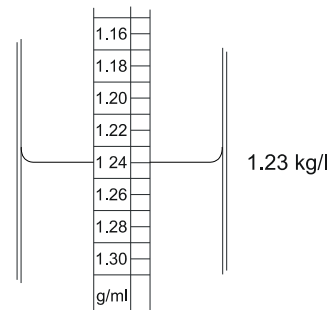

Figura 6-8. Medición de la gravedad específica del electrolito
- Leer los valores como se indica en la Figura 6-8.